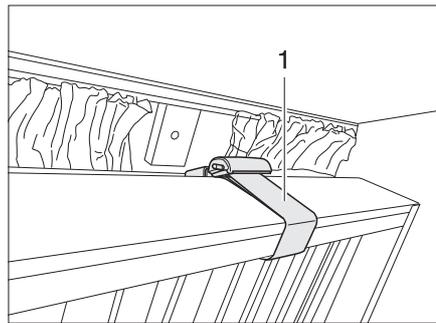

Bild 65 Etagenbett, klappbar
- ▶ Wenn das Etagenbett nach oben geklappt ist, das Etagenbett mit dem Sicherungsgurt (Bild 65,1) sichern. Verletzungsgefahr!
Die Etagenbetten können nach oben geklappt und mit dem Sicherungsgurt (Bild 65,1) gesichert werden. Der Bereich unter dem Bett ist dann als Stauraum nutzbar.